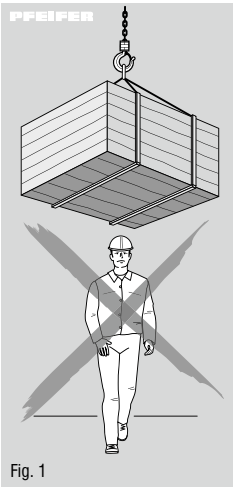

Fig. 1
- Ophold neden under løftet last er forbudt (fig. 1).